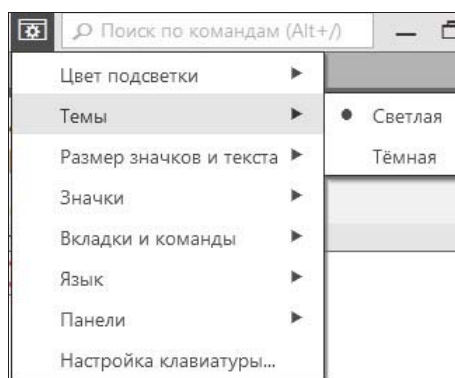

Рис. 4.17. Варианты цветовой гаммы окна КОМПАС
- ◆ **Темы** — позволяет выбрать цветовую гамму окна КОМПАС-3D в целом. Доступны варианты: **Светлая** (по умолчанию) и **Темная** (рис. 4.17).